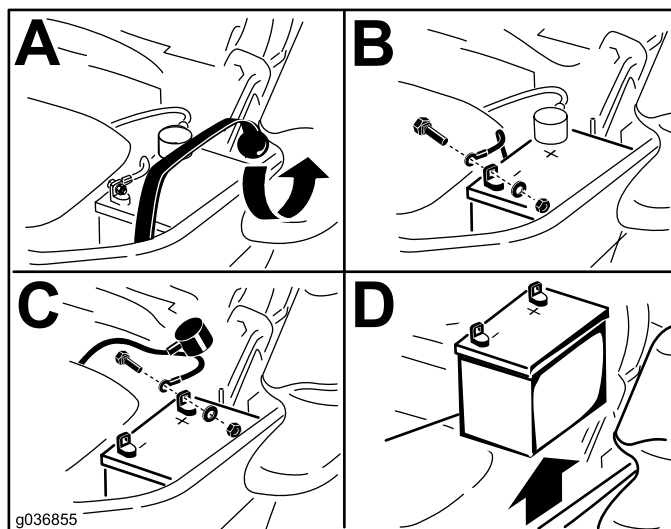

Figure 50
3. Retirez la batterie, comme montré à la Figure 50.
1. Placez la batterie dans son support en tournant les bornes à l'opposé du réservoir hydraulique (Figure 50).
4. Fixez les câbles avec 2 boulons, 2 rondelles et 2 contre-écrous (Figure 50).
6. Fixez la batterie en place à l'aide de la sangle en caoutchouc (Figure 50).